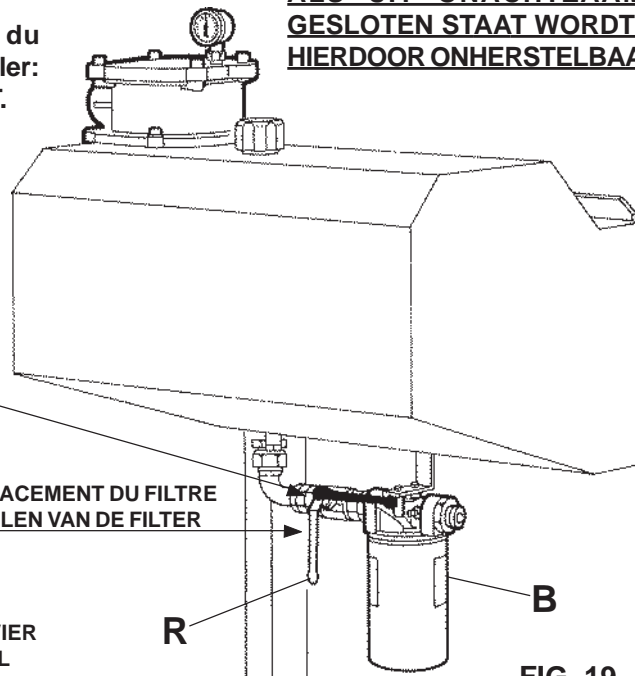
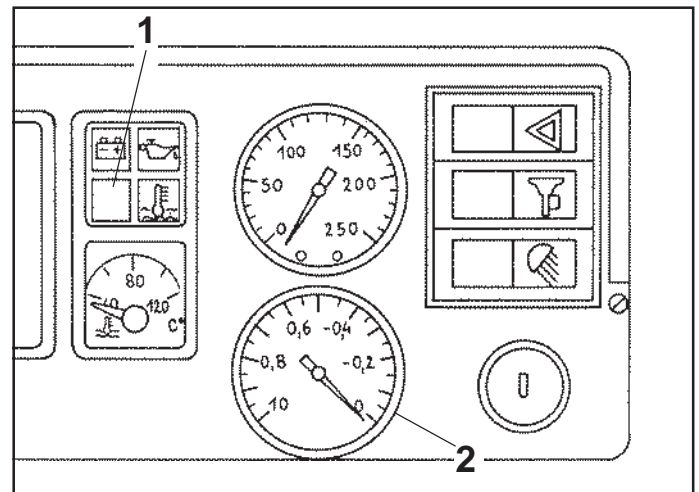

FIG. 19
FIG. 18
Pour effectuer cette opération, enlever le couvercle supérieur (C), extraire la cartouche interne (CODE COMMANDE: 99012007), la laver avec un pinceau trempé dans du gasoil et souffler soigneusement sur cette cartouche avec de l'air comprimé; la remplacer si elle est abîmée. Un filtre externe (B - Fig. 19) est également monté sur l'installation (sous le réservoir d'huile) pour la pompe de translation (avancement). La cartouche (B) de ce filtre ne peut pas être nettoyée, elle doit être remplacée quand le voyant (1) reste allumé même quand la machine est chaude, ou bien quand le manomètre (2) marque plus de 0,3 bar (Fig. 18).
Op het systeem zit ook een externe filter (B - Fig. 19) bevestigd (onder de tank) voor de hydrostatische pomp.
De huls (B) van deze filter kan niet worden schoongemaakt en moet vervangen worden als de indicator (1) blijft branden wanneer de motor warm is of als de manometer (2) meer als 0,3 bar aangeeft (Fig. 18).